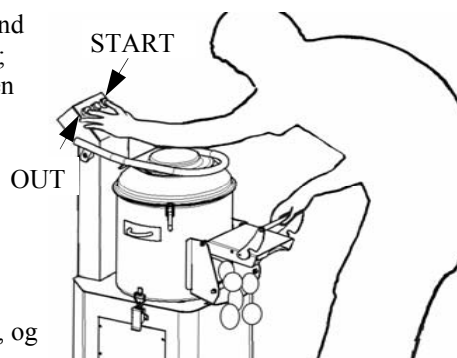

FIG. 11 - Udtømning af produktet
(jvf. FIG. 11)
- FIG. 11 - Udtømning af produktet side 14
5. Til udtømningen af materialet er det tilstrækkeligt at åbne døren og holde den åben med højre hånd og samtidigt trykke på knapperne OUT og START med venstre hånd; maskinen sættes i funktion ved at udtømme kartoflerne af centrifugalkraft. (jvf. FIG. 11).